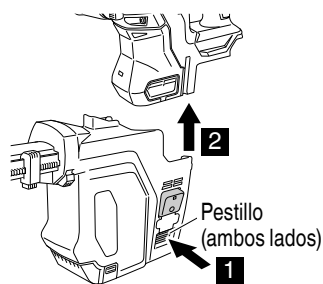

Fig. 4
- (2) Desmontaje del sistema extractor de polvo (Fig. 4)